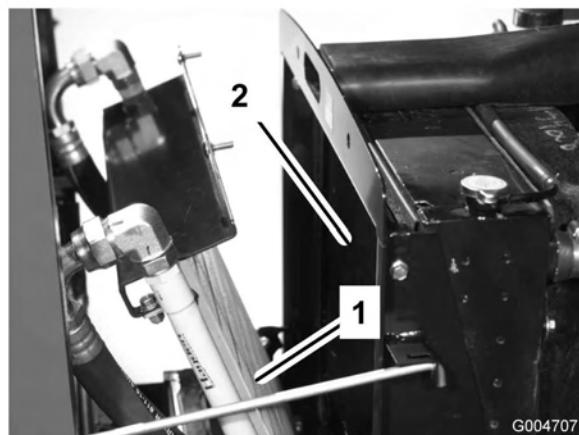

Bild 61
3. Kippen Sie den Ölfilter nach hinten. Reinigen Sie beide Seiten des Ölfilter- und des Wasserkühlerbereichs (Bild 61) gründlich mit Druckluft. Blasen Sie Rückstände von vorne nach hinten heraus. Reinigen Sie dann von hinten und blasen Sie nach vorne. Wiederholen Sie dies mehrmals, bis alle Rückstände entfernt sind